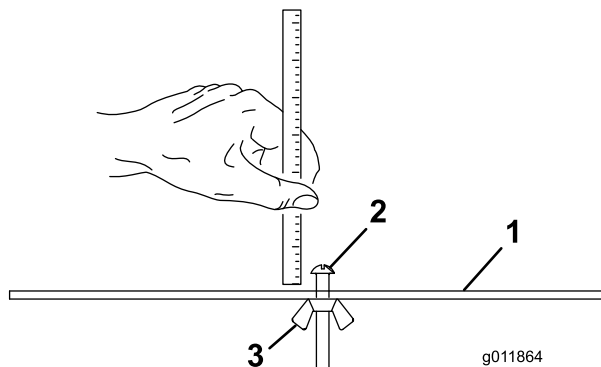

図 18
2. ゲージバー図 18のナットをゆるめ、調整ネジを希望の刈り高に合わせる ネジ頭の下からバーの表面までの距離が刈り高となる。